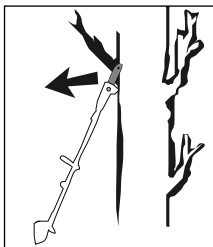

Bild 2
- Ett kast kan uppstå om styrskenans 23 spets kommer i kontakt med ett föremål eller när en gren böjs så att sågkedjan 17 kläms fast i snittet (se bild 2).